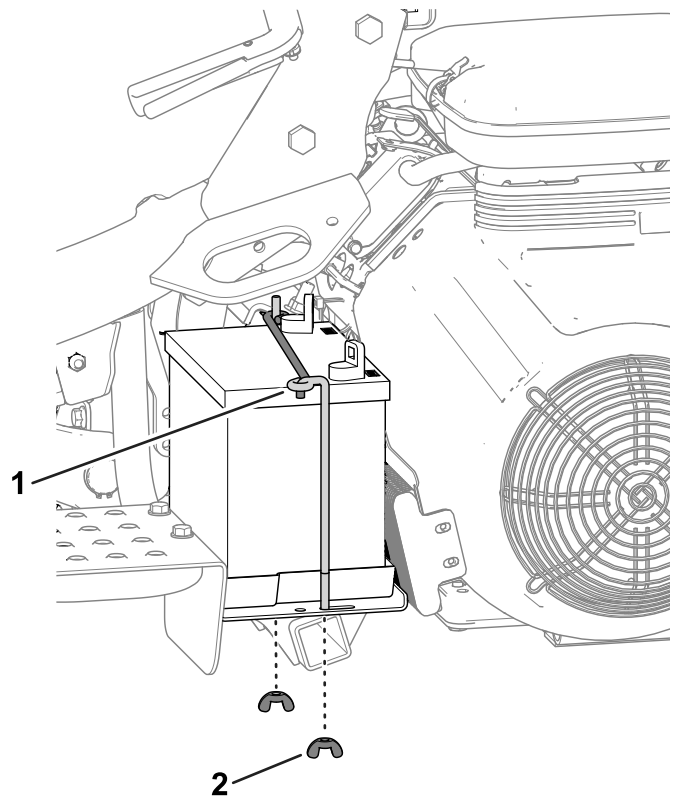

Figure 45
2. Retirez les écrous à oreilles et les tiges qui fixent la batterie sur la plate-forme (Figure 45) et sortez la batterie.
5. Placez la batterie sur son support et fixez-la en place avec les tiges et les fixations retirées précédemment (Figure 45).